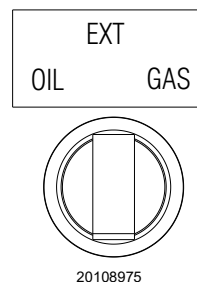

Fig. 31
- Selectați combustibilul setând selectorul (Fig. 31) la „OIL”.